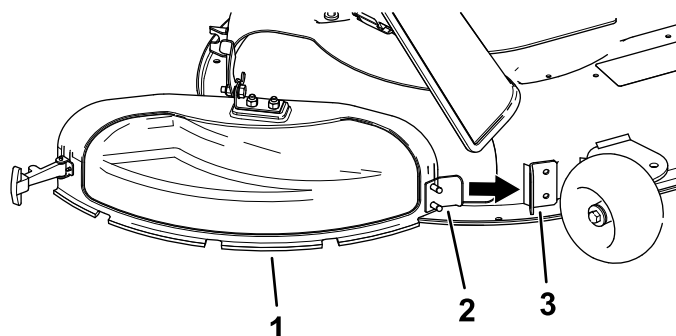

Figura 14
3. Inclinate la linguetta metallica presente sul coperchio dello scarico per inserirla nella fessura nella staffa saldata sul piatto di taglio (Figura 14).